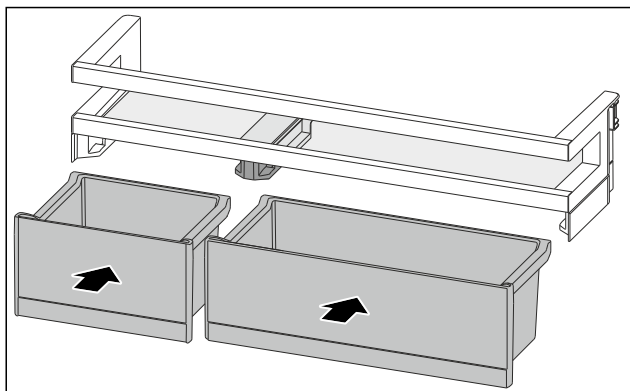

Fig. 113
- VarioBoxen in getauschter Anordnung einsetzen. (siehe Fig. 113)